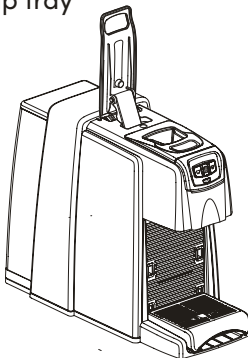

Fig. 2
- Sollevare la leva, fino a completa apertura, per poter accedere al vano inserimento capsula (Fig.2).